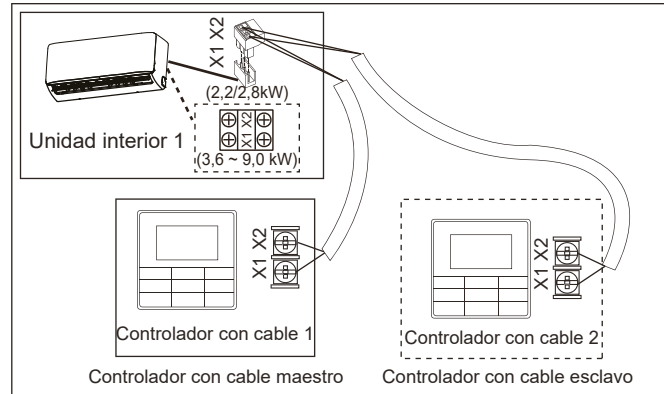

Figura 23
- Utilice 1 controlador con cable para controlar 1 unidad interior o 2 controladores con cable (un controlador maestro y un controlador esclavo) para controlar 1 unidad interior (vea la Figura 23);